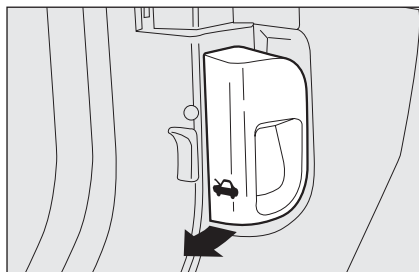

fig. 94
- ☐ tire la palanca **fig. 94** en el sentido indicado por la flecha;